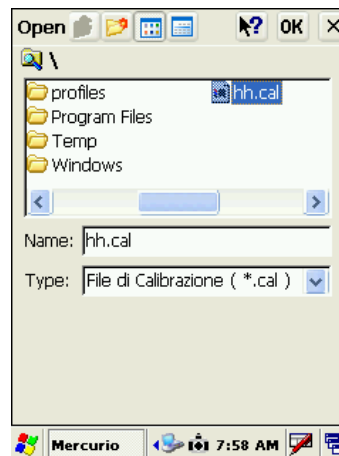

fig.124
4. selezionare il file di calibrazione (con estensione *.cal) fig. 124